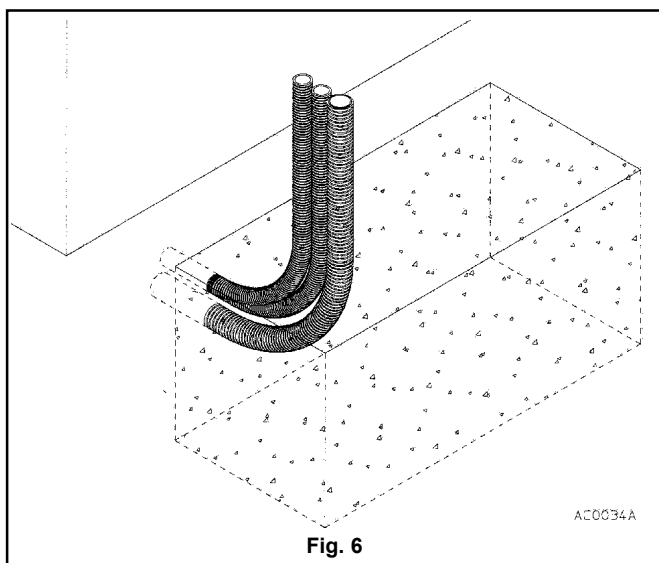

Fig. 6
- Far arrivare i tubi dei cavi elettrici nello scavo, lasciandoli sporgere di 30/40 cm oltre il piano di appoggio previsto (fig. 6); tapparli per evitare che si riempiano di detriti.
- Preparato l'impasto di calcestruzzo colarlo nello scavo rispettando le quote riportate in fig. 6.